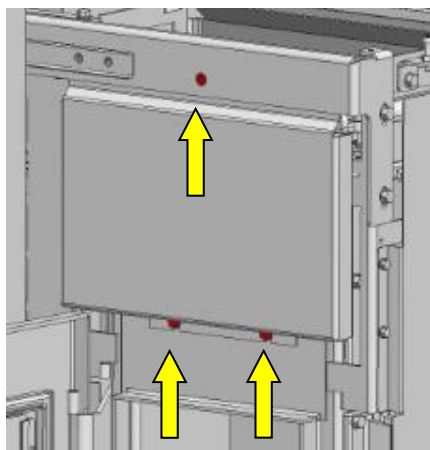

Abb. 16: Befestigungsschrauben obere Frontblende lösen
1. Die zwei unteren Befestigungsschrauben (Abb. 16) der oberen Frontblende lösen, jedoch nicht entfernen. Die obere Befestigungsschraube mit Mutter entfernen.